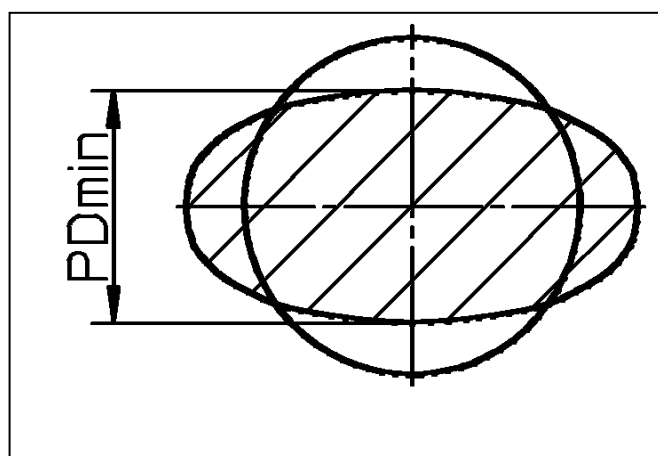

Bild 12
- Weist die Kupplung ein deutliches Verdrehspiel auf, oder ist die Mindest-Pufferdicke (PD_{min} , Bild 12) nach Tabelle 11 erreicht, empfehlen wir die elastischen Puffer auszuwechseln.